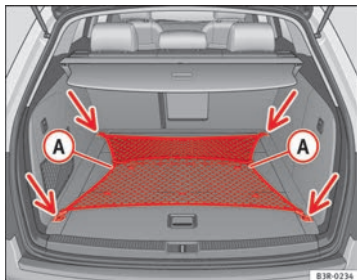

Abb. 118 Ausgespanntes Gepäcknetz
- Befestigen Sie das Gepäcknetz an den vier Verzurrösen -Pfeile- → Abb. 118.